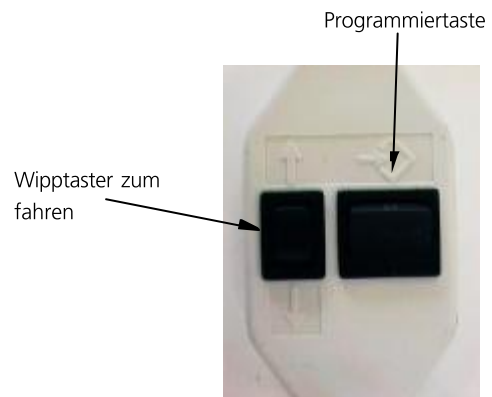

Bild 8.2
- Lassen Sie dann den Wipptaster für einen Augenblick los, so daß der Rohrantrieb stromlos ist. Drücken Sie anschließend die Programmiertaste, um diese Position zu speichern (Bild 8.2). Der Rohrantrieb quittiert die Speicherung der Ausfallposition mit einem hörbaren "Klacken". Sie können nun die Programmiertaste loslassen, diese Position ist gespeichert.